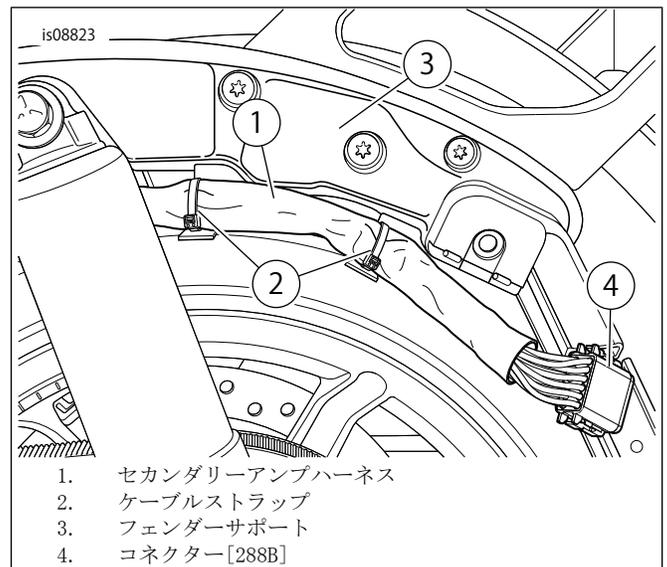

図10. ハーネスの取り回し
1. 「図10」を参照してください。車両側のアンプハーネス(1)をサドルバッグの取り付け部に取り回して車両の準備を開始します。サドルバッグサポートレールに沿って、ハーネスをリアホイールスプロケット付近に取り回します。